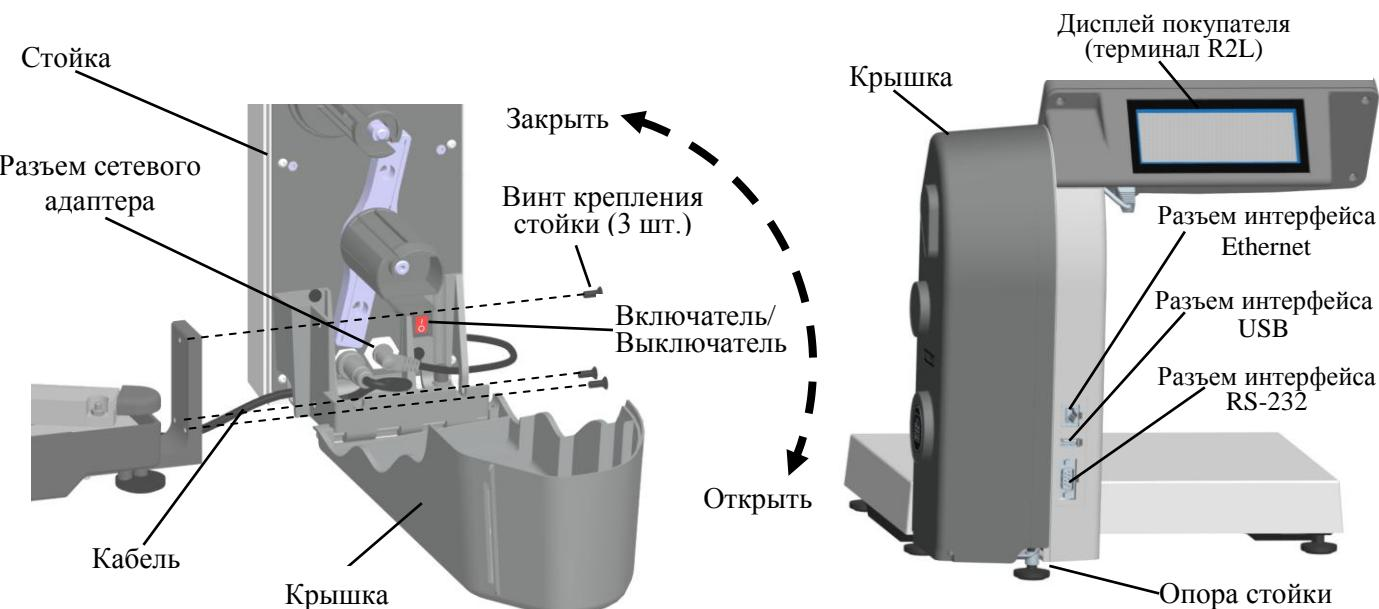

Рисунок 2 – Сборка весов.
3.2.2 Закрепите стойку на кронштейне с помощью винтов крепления стойки M4 (3 шт.) (см. рис.2А).
3.2.3 Протяните кабель внутри стойки и подключите к весовому терминалу (см. рис.2А). При подключении кабеля следите за совпадением ключей разъемов. Излишки кабеля уберите в стойку.
3.2.6 Не нарушая горизонтальность установки, выверните регулировочную опору стойки (1 шт.) до касания стола, обеспечив устойчивое положение весов (см. рис.2Б).
3.3.4 Откройте крышку стойки и включите весы кнопкой «Включатель/Выключатель» (см. рис.2А). По окончании теста индикации весы перейдут в режим взвешивания.